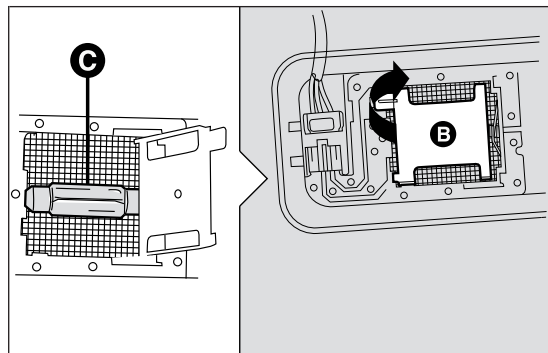

fig. 121
- ouvrir le couvercle B fig. 121 selon l'indication ;
- remplacer l'ampoule C fig. 121 en la dégageant des contacts latéraux, puis installer la nouvelle ampoule en s'assurant qu'elle soit correctement bloquée entre ces contacts ;